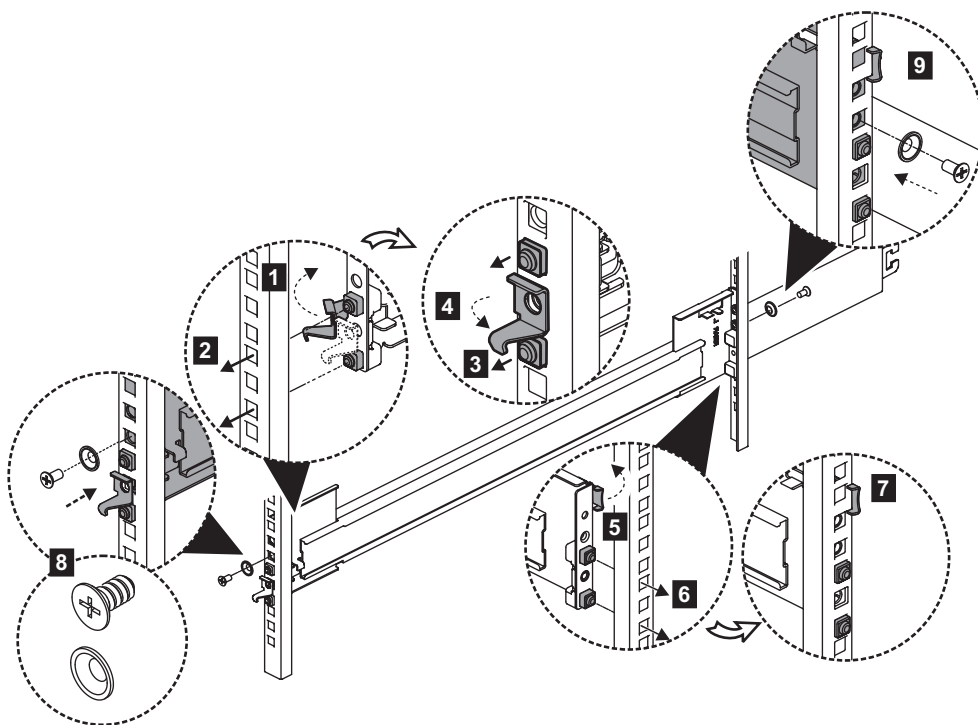

Figure 24. Installation du support dans le châssis
7. Installez l'élément externe de la glissière sur le châssis arrière, comme indiqué sur la figure 24.